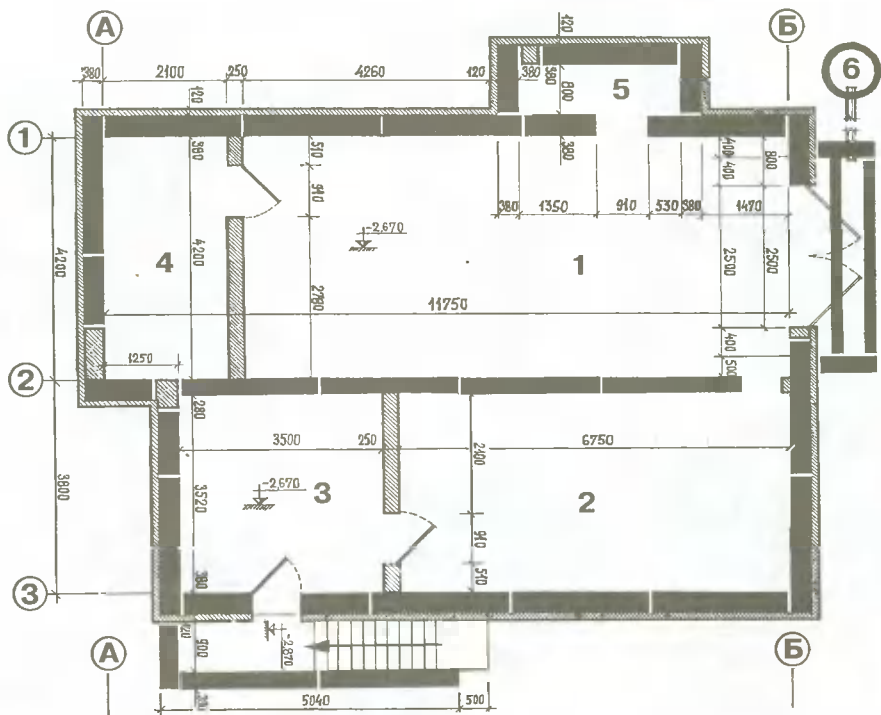

Рис. 2. План подвала: 1 — гараж; 2 — мастерская; 3 — котельная; 4, 5 — кладовые; 6 — колодец.
**В** подвальном помещении дома (рис. 2) предусмотрены гараж на две легкие автомашины, мастерская, котельная для водяного отопления дома и две кладовые.
Съезд (пандус) в гараж обрамляют с двух сторон подпорными стенками из бетонных блоков типа ФБС толщиной 280 мм (см. рис. 4, поз. 2). Внизу пандуса, перед воротами, устраивают лоток (рис. 7, поз. 3) для сбора дождевых, талых вод и отвода их по трубе диаметром 150 мм (рис. 7, поз. 2) в колодец ливнеоттока (см. рис. 2, поз. 6). Низ трубы должен быть поднят от днища лотка при-